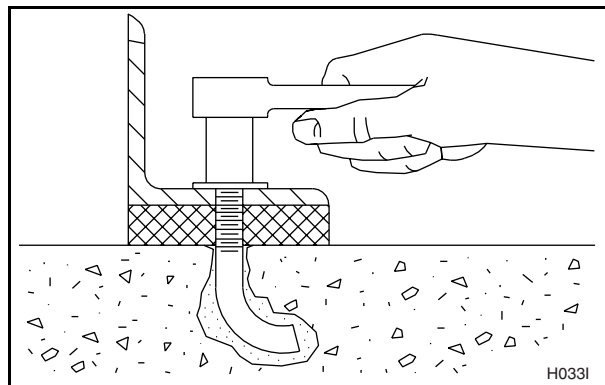

Figura 26
11. Después de que la lechada se ha secado completamente, apriete las tuercas de seguridad en forma pareja (una tras otra) hasta que estén apretadas uniformemente y el marco de base esté firmemente asegurado al piso. Vea la Figura 26.
Si no se desea utilizar lechada, coloque las arandelas y tuercas de seguridad sobre los pernos en J y apriete las tuercas de seguridad en forma pareja (una tras otra) hasta que estén apretadas uniformemente y el marco de base esté firmemente asegurado al piso. Vea la Figura 26.